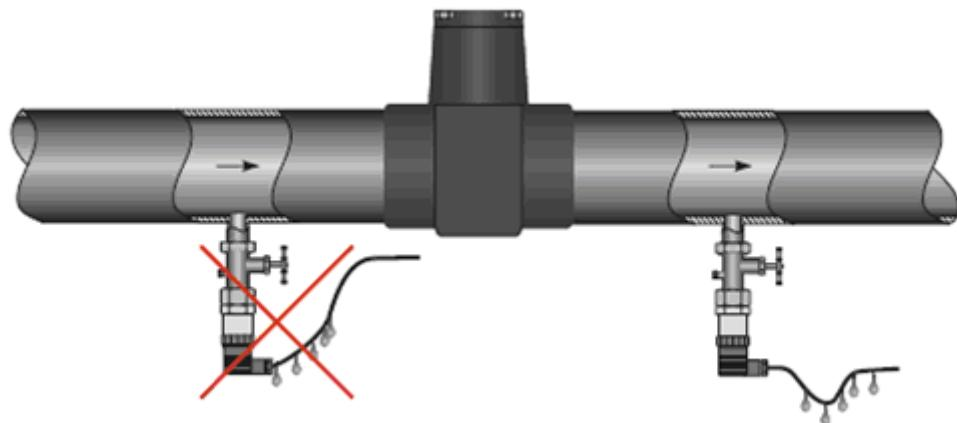

Рис. 4. Правильный и неправильный монтаж реле в случае наличия конденсата и запорного устройства.
2.4.5. Отборные устройства для установки реле желательно монтировать на прямолинейных участках, на максимально возможном удалении от насосов, запорных устройств, колен, компенсаторов и других гидравлических устройств. Особенно не рекомендуется устанавливать реле перед запорным устройством, если измеряемая среда – жидкость (см. рис. 4). При наличии в системе гидроударов, рекомендуется применять реле в комплекте с демпфером гидроударов.